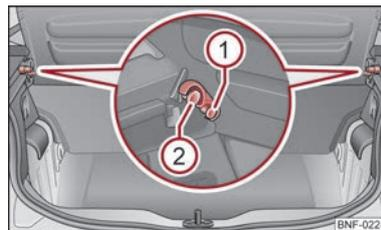

Fig. 39 Smontaggio / montaggio della cappelliera bagagliaio
- Per piegare la cappelliera verso l'alto, sollevarla e spingerla nei supporti laterali ① ⇒ fig. 39.